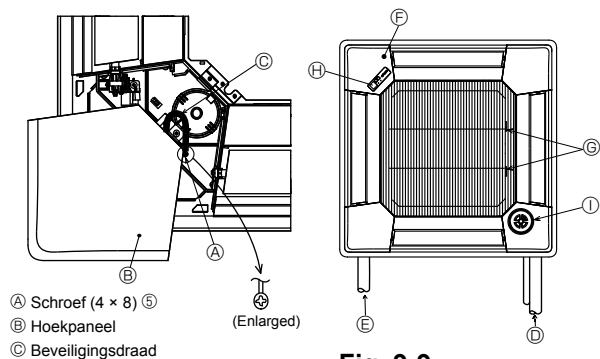

Fig. 9-9
9.5. Het inlaatrooster monteren (Fig. 9-9)